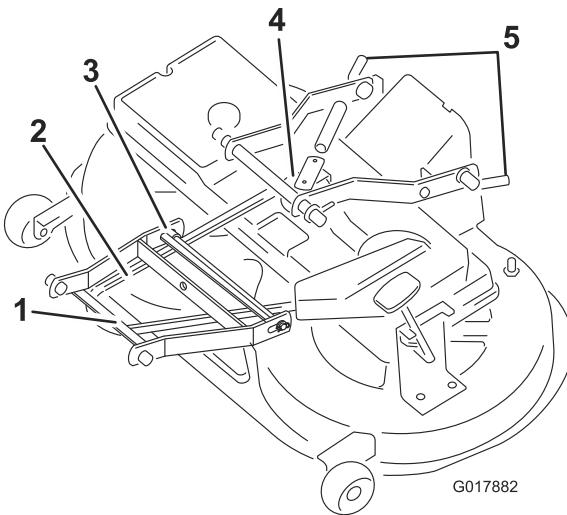

Figura 43
9. Tirate verso l'interno il braccio di rinvio e togliete la cinghia trapezoidale dalla puleggia (Figura 43).
11. Rimuovete il perno tra la biellella del braccio anteriore e la scocca del tosaerba (Figura 43).
12. Togliete la cinghia trapezoidale dalla puleggia del motore (Figura 43).